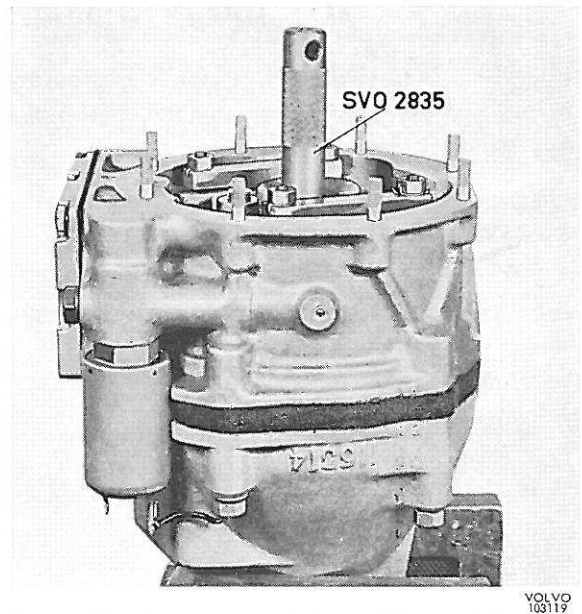

Figure 34. Remontage de la moitié avant du carter
5. Reposer le tambour d'accouplement dans la moitié avant du carter. Poser la moitié avant du carter sur la moitié arrière. Remettre les rondelles et écrous, voir figure 34. Noter que les deux rondelles de cuivre doivent être mises aux vis supérieures et qu'il faut mettre aux filetages des vis un produit d'étanchéité. Serrer les écrous graduellement jusqu'à ce qu'ils soient uniformément serrés sur tout le pourtour.